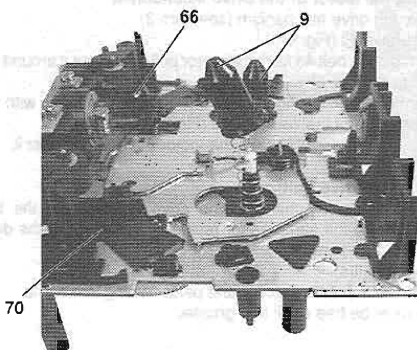

Fig. 11
- Untere Drehfeder 66 bzw. 70 aushängen (Fig. 11).
- Beim Einbau ist die Feder 66 bzw. 70 (Fig. 11) wieder einzuhängen.
- Unhook the lower torsion spring 66 or 70 (Fig. 11).
- Refit the spring 66 or 70 (Fig. 11) when mounting the new pressure roller.